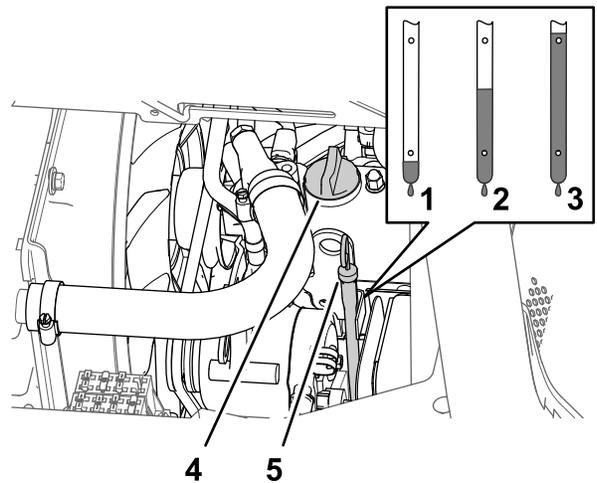

Figure 80
5. Retirez le bouchon de remplissage d'huile du goulot de remplissage sur le couvre-culasse (Figure 80) et versez avec précaution environ 80 % de la quantité d'huile spécifiée dans le goulot de remplissage.
6. Sortez la jauge et vérifiez le niveau d'huile dans le carter moteur (Figure 80).
7. Faites l'appoint d'huile spécifiée avec précaution pour faire monter le niveau jusqu'au repère maximum sur la jauge (Figure 80).
8. Remettez le bouchon de remplissage d'huile dans le goulot de remplissage et la jauge dans son tube (Figure 80).